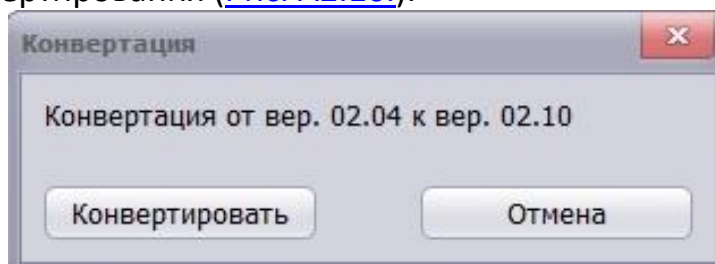

Рис. A2.16.
- 4) Нажимаем кнопку «Конверт.». При этом появится окно для подтверждения конвертирования (Рис. A2.16.).